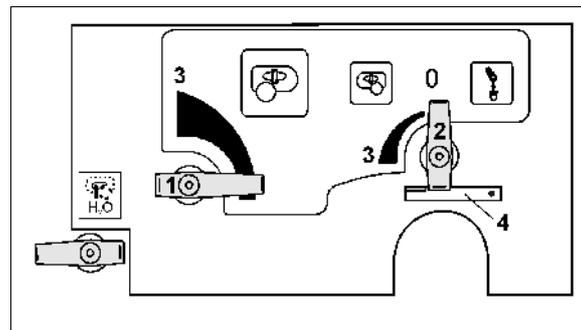

Fig. 44
- für das Haupt-Rührwerk am Einstellhahn (Fig. 44/1).
- für das Zusatz-Rührwerk am Einstellhahn (Fig. 44/2).
Ausgeschaltet ist das jeweilige Rührwerk in Einstellhahn-Position 0. Die größte Rührleistung ergibt sich in Position (Fig. 44/3).
Sicherung für Ablassfunktion des Druckfilters (Fig. 44/4).